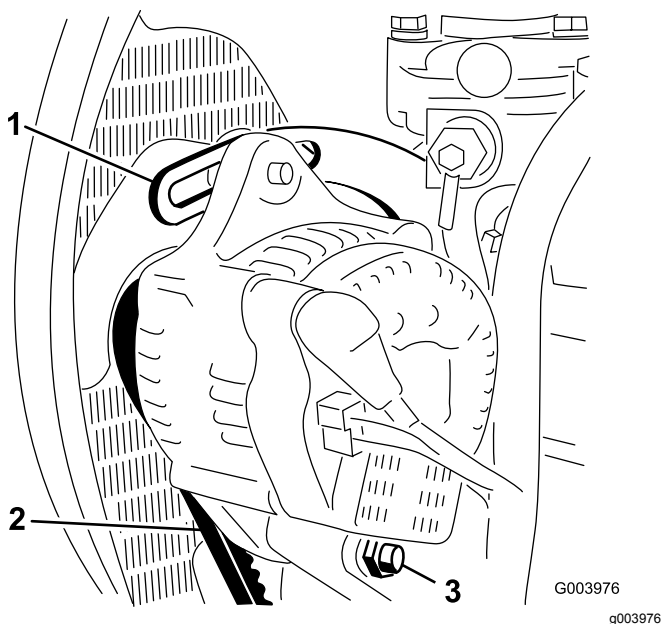

Figura 68
2. Compruebe la tensión de la correa del alternador flexionándola (**Figura 68**) en el punto intermedio entre las poleas del alternador y del cigüeñal con una fuerza de 10 kg (22 libras).
3. Afloje el perno que fija el tirante al motor (**Figura 68**), el perno que fija el alternador al tirante y el perno de pivote.